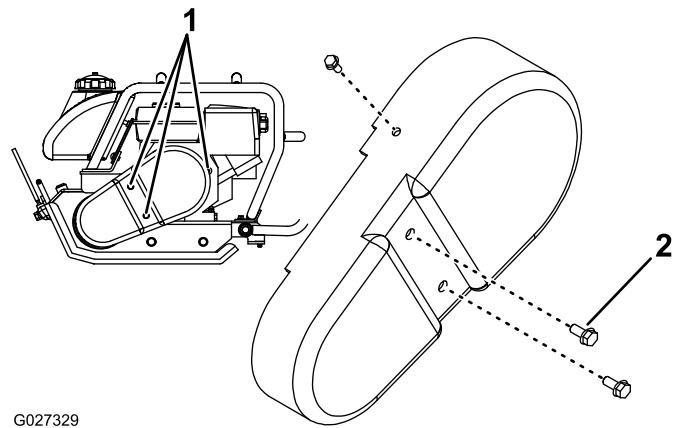
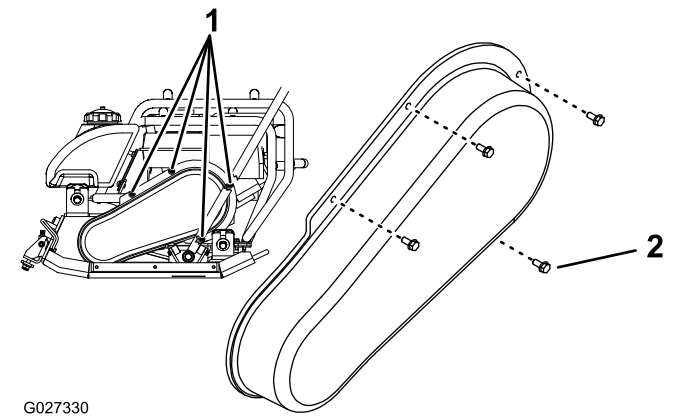

Figura 24
Figura 25
1. Retire los pernos con arandela prensada que sujetan la cubierta de la correa al motor (Figura 24 o Figura 25).